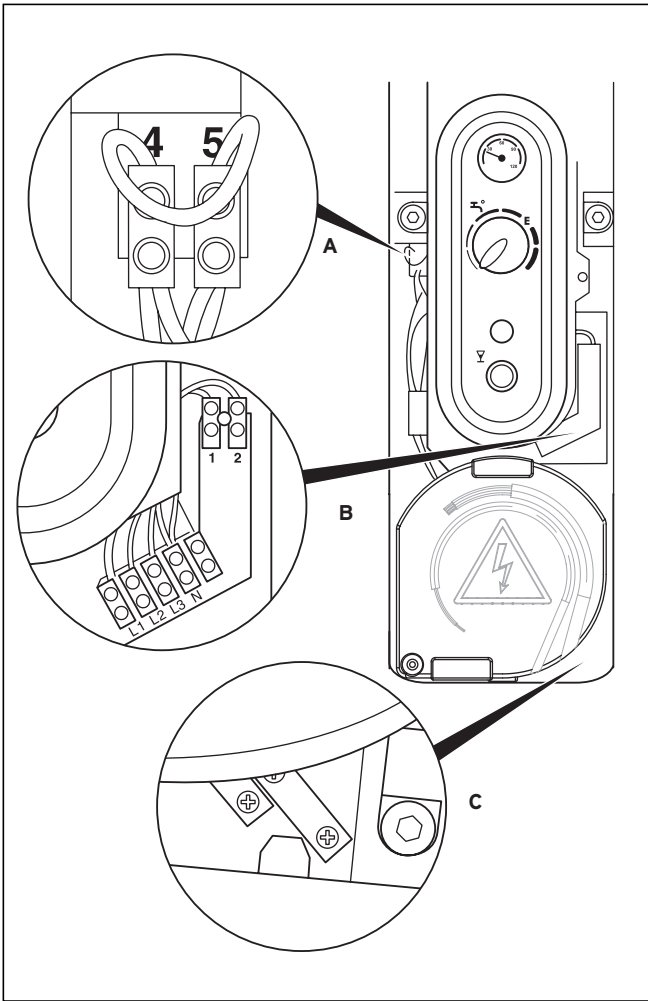

Fig. 8.5 Boîtier de raccordement
- Faites passer le câble de raccordement à travers l'orifice situé au bas du boîtier (**C**, voir fig. 8.5).
- Posez le câble dans le serre-câble ouvert (**C**, voir fig. 8.5).